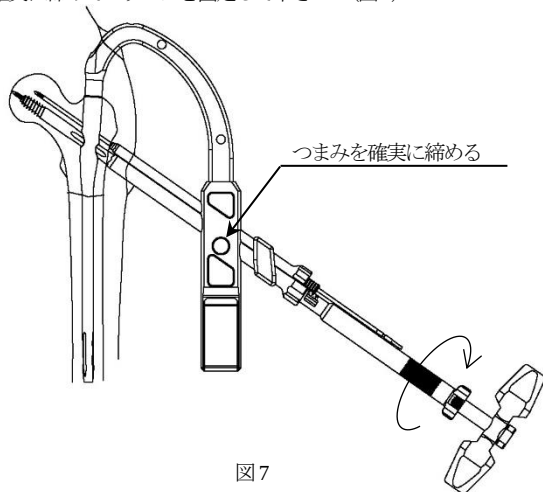

図7
- 5) 170mm ネイルの手技に従いラグスクリュー及びエクストラスクリューを挿入します。骨折部へ圧迫をかける際は、ターゲットデバイスのつまみを確実に締めてスリーブを固定して下さい。(図7)